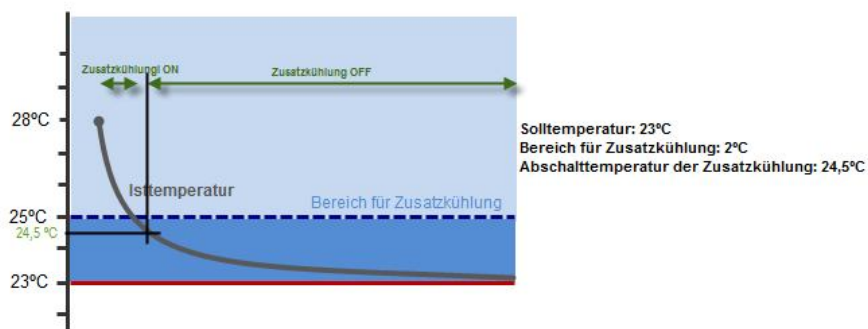

Bild 2.7 Einsatzbeispiel einer Zusatzkühlung
- **Modus Kühlen:** Ist die Raumtemperatur (Referenztemperatur) **grösser oder gleich** der **Solltemperatur plus Temperaturbereich**, welcher für die Zusatzkühlung parametrierung wurde, so wird das Zusatzsystem zur schnelleren Kühlung des Raumes aktiviert. Die Zusatzkühlung (und somit das hierzu benutzte System) wird ausgeschaltet sobald die Raumtemperatur einen Wert kleiner gleich Solltemperatur plus Temperaturbereich minus 0,5°C erreicht. Siehe Bild 2.7